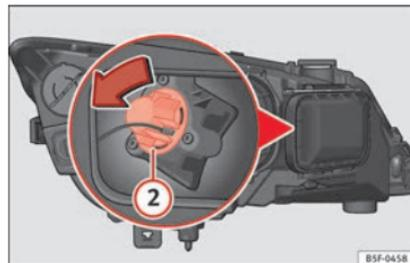

Fig. 106 Lámpara de luz intermitente.
- Gire el portalámparas »» fig. 106 ② a la izquierda y tire.